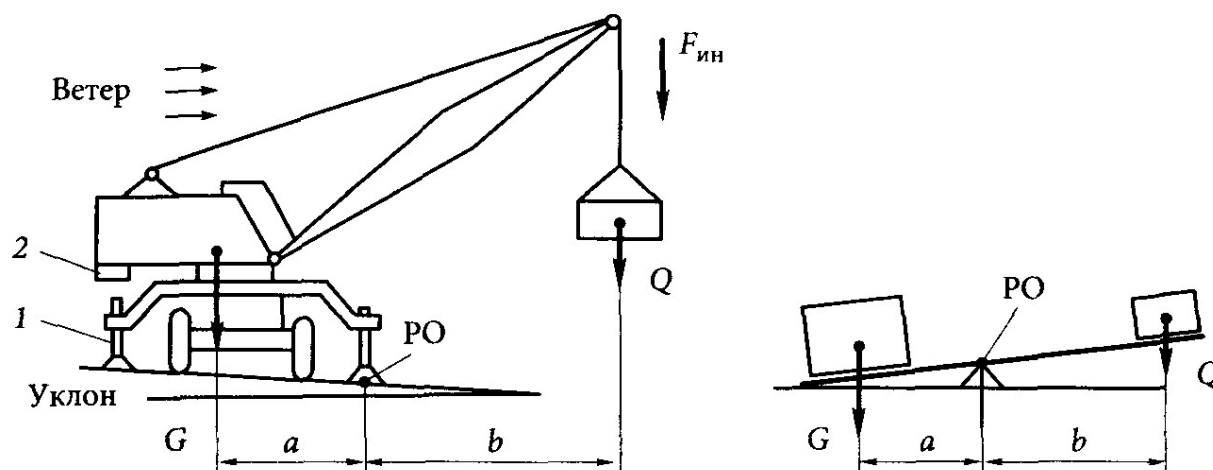

Рис. 2.4. Устойчивость крана:
- масса груза Q (рис. 2.4);
Стреловой кран является свободностоящей машиной, которая удерживается от опрокидывания собственной массой G (см. рис. 2.4). Масса крана создает **восстанавливающий момент**, равный произведению массы крана G на плечо a :